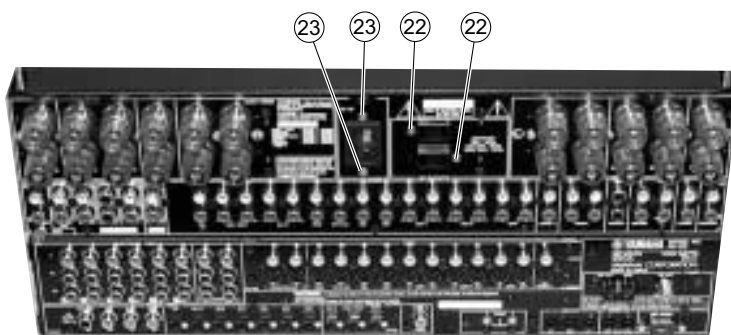
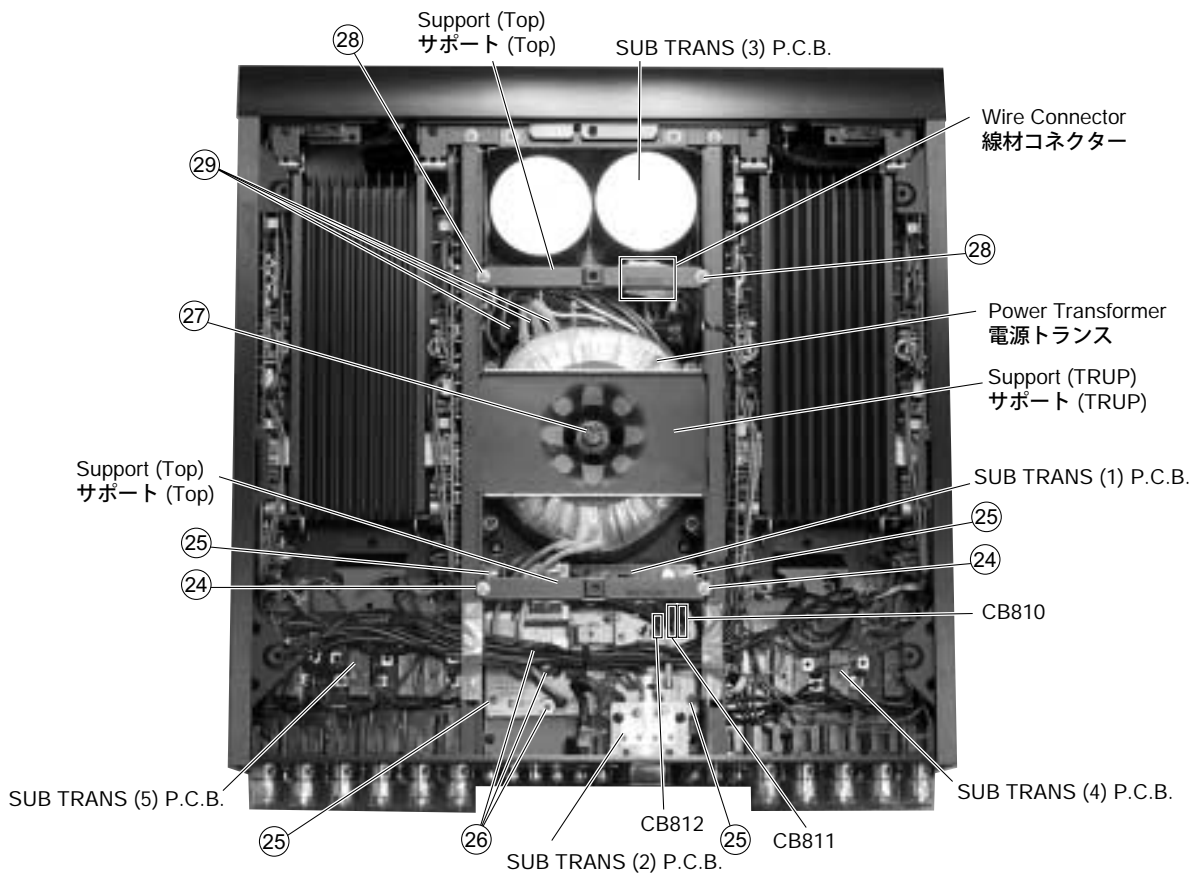
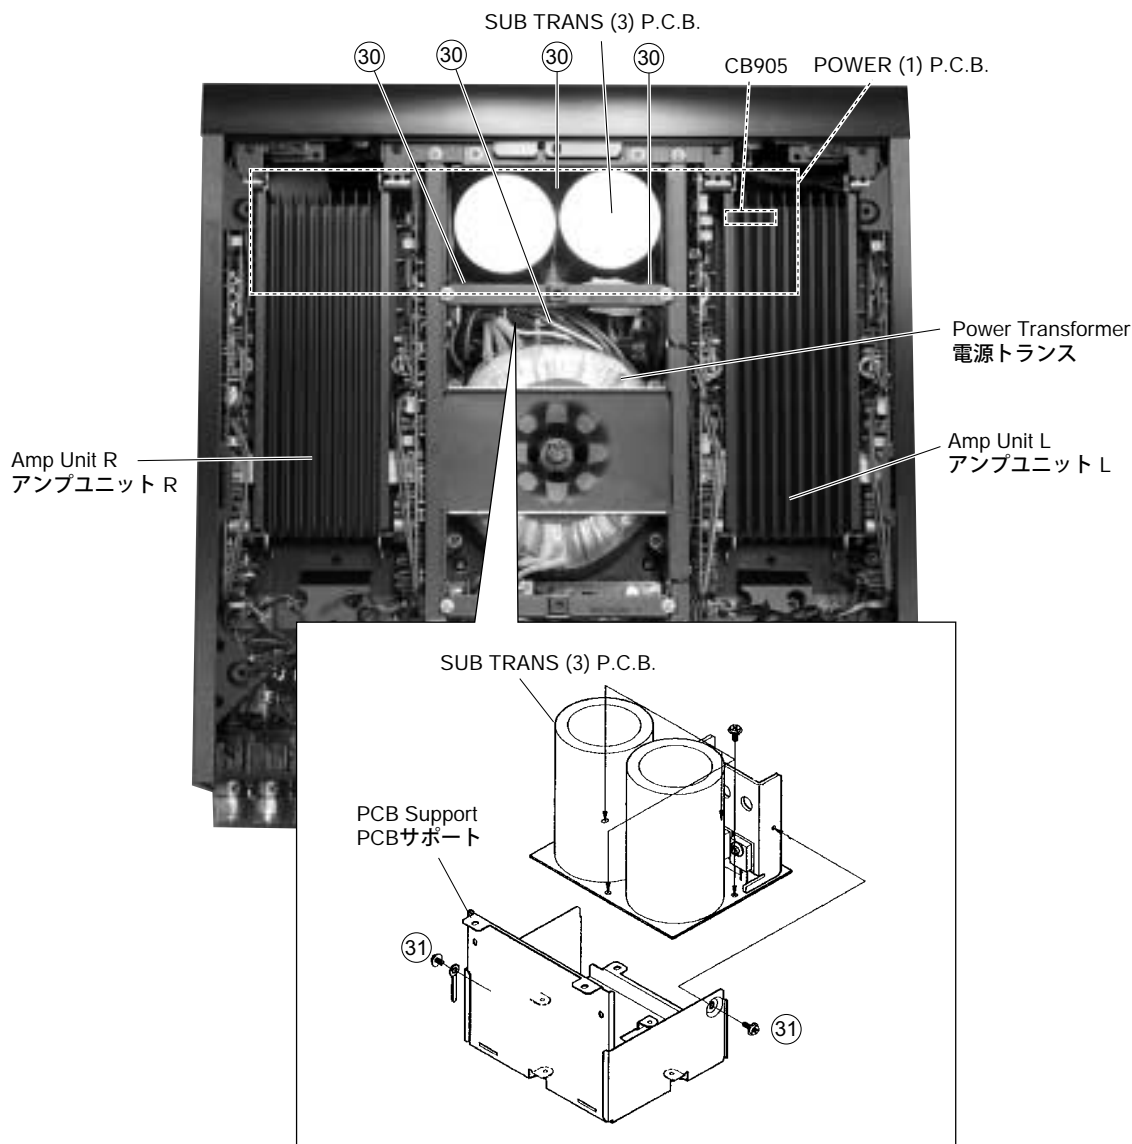

Fig. 11
Fig. 12
Fig. 13
8. Removal of SUB TRANS (1) P.C.B. & SUB TRANS (2) P.C.B.
- a. Remove 2 screws (22) and then remove the AC OUTLET. (Fig. 11)
- b. Remove 2 screws (23) and then remove the AC INLET. (Fig. 11)
- c. Remove 2 screws (24) and then remove the Support (Top). (Fig. 12)
- d. Remove 4 screws (25) and 3 screws (26). (Fig. 12)
- e. Remove connectors CB810 (13P), CB811 (9P) and CB812 (4P). (Fig. 12)
- f. Remove the SUB TRANS (1) P.C.B. and the SUB TRANS (2) P.C.B. (Fig. 12)
- 8. SUB TRANS (1) & SUB TRANS (2) P.C.B.の外し方
- a. 22のネジ2本を外し、AC OUTLETを外します。(Fig. 11)
- b. 23のネジ2本を外し、AC INLETを外します。(Fig. 11)
- c. 24のネジ2本を外し、サポート(TOP)を取り外します。(Fig. 12)
- d. 25のネジ4本と26のネジ3本を外します。(Fig. 12)
- e. コネクターCB810 (13P)、CB811 (9P)、CB812 (4P)を外します。(Fig. 12)
- f. SUB TRANS (1) & SUB TRANS (2) P.C.B.を取り外します。(Fig. 12)
- Remove 1 bolt (②⑦) and then remove the Support (TRUP). (Fig. 12)
- Remove 2 screws (②⑧) and then remove the Support (Top). (Fig. 12)
- Remove 3 screws (②⑥) and 3 screws (②⑨). (Fig. 12)
- Remove the wire connector. (Fig. 12)
- Remove the Power Transformer. (Fig. 12)
- ②⑦のボルトを外し、サポート(TRUP)を取り外します。(Fig. 12)
- ②⑧のネジ2本を外し、サポート(TOP)を取り外します。(Fig. 12)
- ②⑥のネジ3本と②⑨のネジ3本を外します。(Fig. 12)
- 線材コネクタを外します。(Fig. 12)
- 電源トランスを取り外します。(Fig. 12)
10. Removal of SUB TRANS (3) P.C.B.
- Remove 4 screws (③⑩). (Fig. 13)
- Remove 2 screws (③⑪). (Fig. 13)
- Remove connector CB905 (7P). (Fig. 13)
- Remove the SUB TRANS (3) P.C.B. (Fig. 13)
10.SUB TRANS (3) P.C.B.の外し方